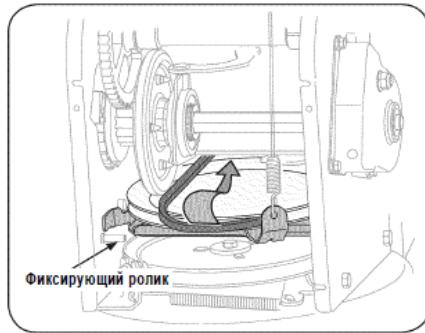

Рис. 34
- Выверните стопорный болт для увеличения зазора между фрикционным колесом и диском фрикционного колеса См. Рис. 34.
- Снимите приводной ремень со шкива, пропустив его между фрикционным колесом и диском фрикционного колеса См. Рис. 34.